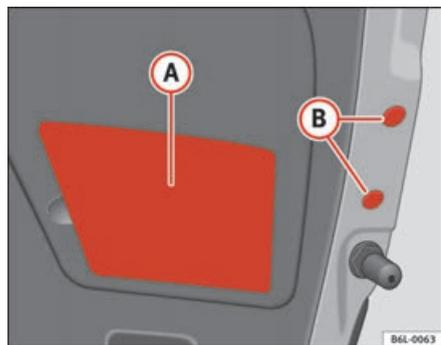

Fig. 164 Feu arrière dans le hayon
- Placer les bouchons **(B)** et le cache en plastique **(A)** ⇒ fig. 164.